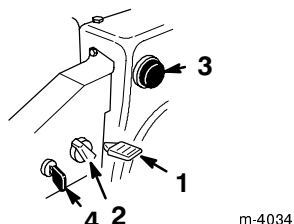

Figure 13
- **Clé de contact** (Fig. 13)—Insérez la clé dans le commutateur d'allumage avant de mettre le moteur en marche à l'aide du lanceur. Pour couper le moteur, retirez la clé de contact.
- **Commande des gaz** (Fig. 13)—Déplacez la manette vers le haut pour augmenter le régime du moteur, ou vers le bas pour le réduire.
- **Starter** (Fig. 13)—Pour mettre en marche un moteur froid, tournez la commande de starter en position Maxi (Full). Au fur et à mesure que le moteur se réchauffe, ramenez petit à petit la commande en position Arrêt.
- **Amorceur** (Fig. 13)—
4. Tournez le starter en position Maxi (Full), Fig. 13.
6. Insérez la clé de contact (Fig. 13).
8. Dès que le moteur a démarré, tournez le bouton de starter (Fig. 13) sur la position 3/4.
2. Réglez la manette des gaz sur "lent" (Fig. 13).
3. Retirez la clé de contact (Fig. 13).